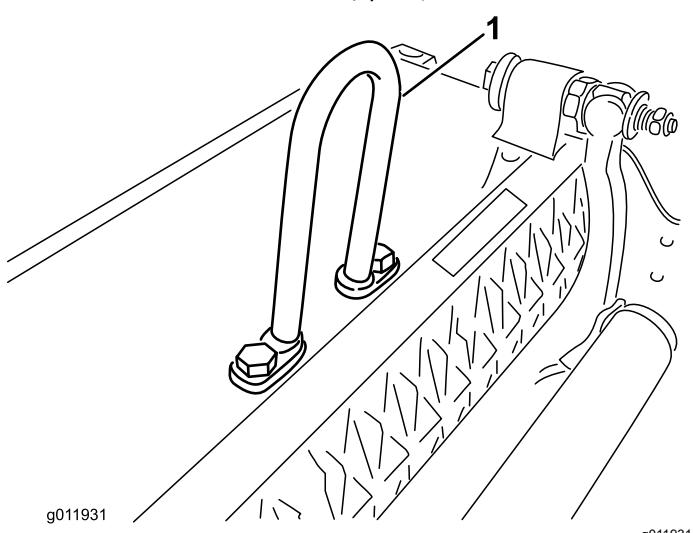

図 5
- グリーンズマスター 3000, 3000-D, 3050, 3100, 3150, 3150-Q のトラクションユニットに取り付ける場合には、**フープリンクP/N 105-5740** トラクションユニット付属品 **図 5** 参照が必要となります。